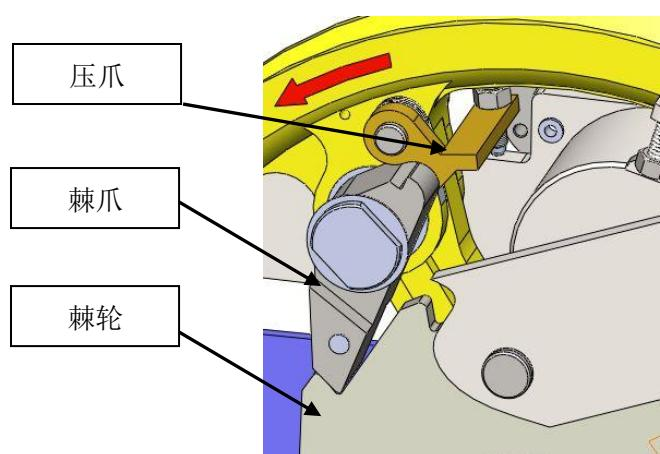

图 4
- 1、联动试验时，电梯以检修速度运行，限速器达不到机械动作速度无法实现机械动作，因此需要在电梯未启动前，扳动压爪使棘爪落下与棘轮接触如图 4 所示状态。